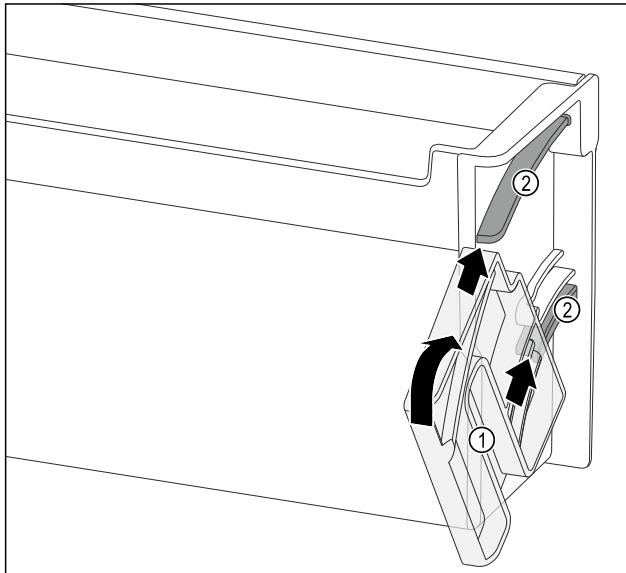

Fig. 100
- Vrtljivo enoto Fig. 100 (1) namestite tako, da so odprtine točno nasproti vodilnih kanalov Fig. 100 (2) vratne police.
- Vrtljivo enoto Fig. 100 (1) obrnite v navedeno smer.